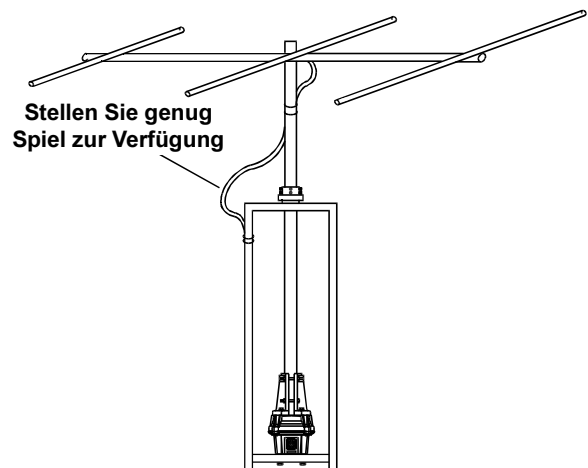

Abbildung 8
11. Damit sich die Antenne über den gesamten 450° großen Drehbereich drehen kann, ohne daß das Koaxialkabel sich spannt, müssen Sie eine genügende Reserve für das Kabel vorsehen (siehe Abbildung 8). Befestigen Sie das Koaxialkabel mit Hilfe von Klebeband oder UV-beständigen Kabelbindern am Mast.